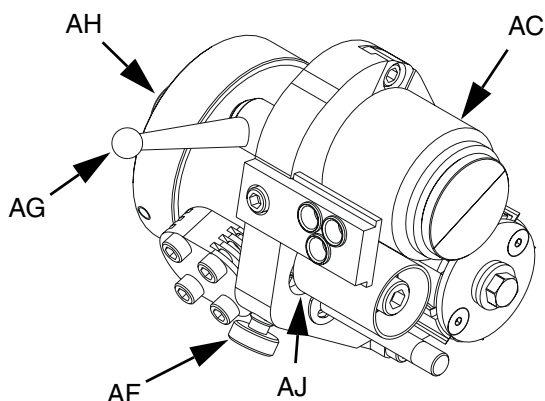

FIG. 4
4. Con la sicura del grilletto attivata, ruotare il motore del coltello (AH) in senso orario per diminuire la velocità. Vedere la FIG. 4. Se necessario, ruotare in senso antiorario per aumentare la velocità.
3. Con la sicura del grilletto innescata, ruotare il motore del coltello (AH): in senso orario per diminuire la velocità, in senso antiorario per aumentarla. Vedere la FIG. 4.
2. Disattivare il blocco della tensione (AG) premendo verso la parte anteriore della pistola.
3. Ruotare la manopola della tensione (AF) sul coltello: in senso antiorario per aumentare la tensione, in senso orario per diminuirla. Vedere la FIG. 4.
Per regolare l'incudine (AC) rispetto alla tensione dell'ingranaggio intermedio (AJ), è possibile regolare la posizione di quest'ultimo. Vedere la FIG. 4 a pagina 7.